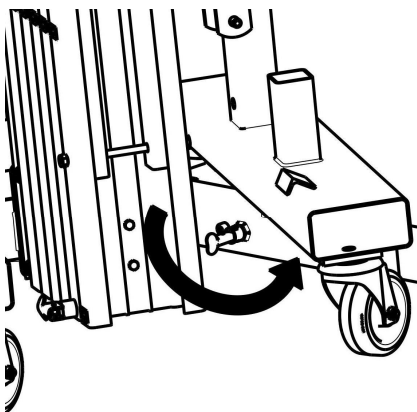

Figure 3
- ⇒ Déverrouiller la SECU rouge à l'avant (Figure 3)